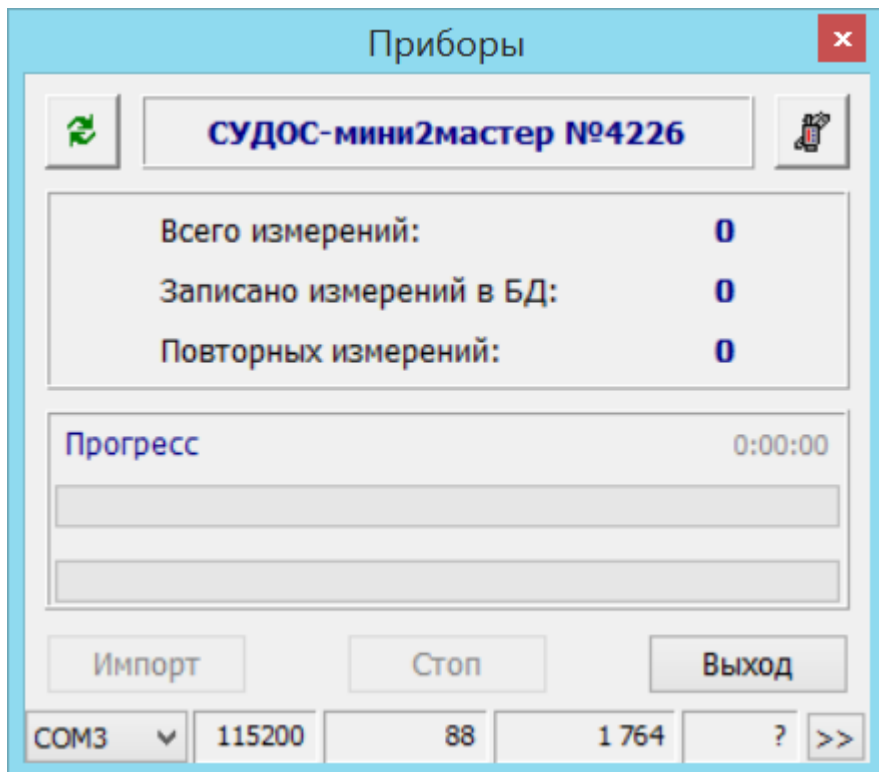

Рисунок 10
4) В базе данных компьютера запустите процедуру импорта. Выберите номер COM-порта, соответствующий подключенному USB. В примере это COM3 (см. рисунок 10).